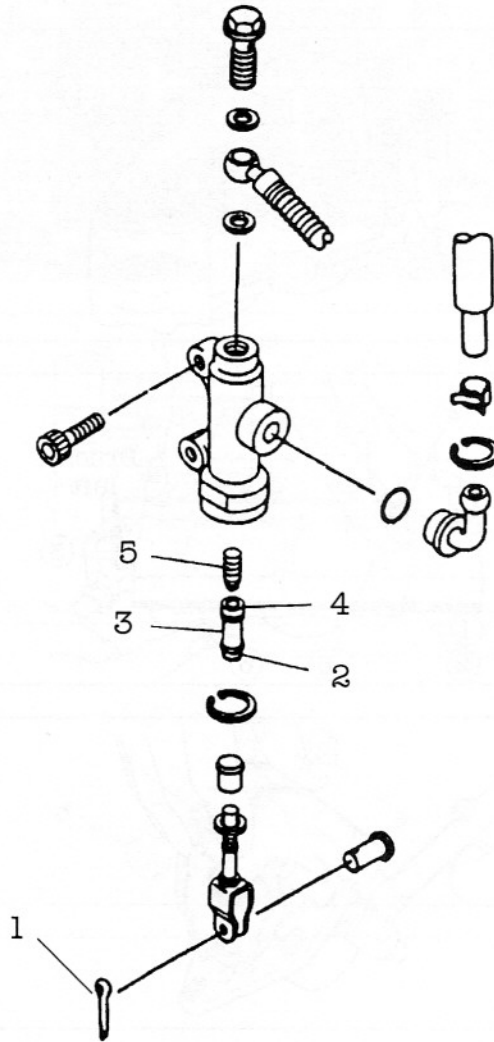

Bild 277
- Sicherungssplint ① Bild 277 aufbiegen, entfernen und Druckstange vom Pedal abnehmen.
- Staubkappe mit zarter Spitzzange «herauspopeln» und Seegerring mit entsprechender Zange entfernen. Dabei Kolben gegen Feder eindrücken (Bild 277).